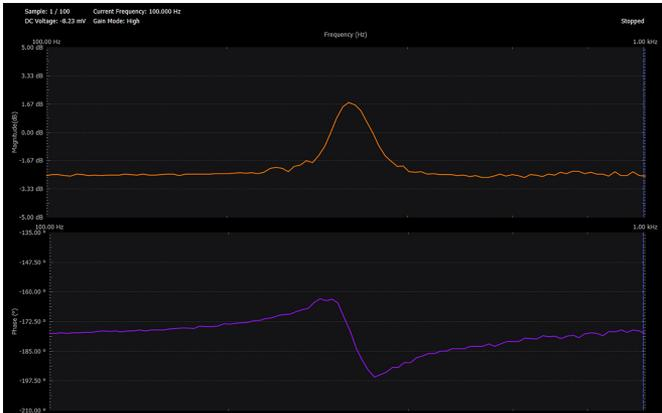

图6. 扬声器电路的频率扫描。
2. 根据图6中扬声器电路的频率扫描，确定 F_s 和BW值。